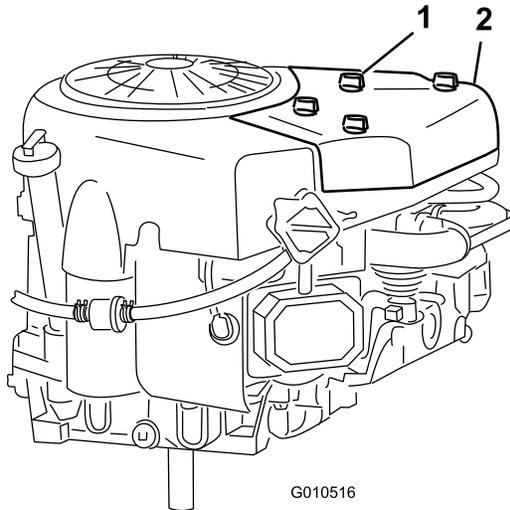

Figura 22
2. Desenrosque los pomos y retire la cubierta del limpiador de aire (Figura 22).
3. Instale la cubierta del limpiador de aire y los pomos (Figura 22).